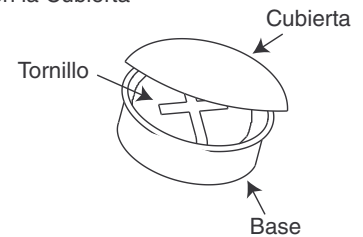

Fig. 3
- Nota: Para la facilidad de la instalacion, recomiendan una persona adicional. Inserte el gabinete en la abertura de la pared. (Fig. 3) Asegura el gabinete es vertical y llana. En caso de necesidad utilice las esquinas del nivel y de la calza de un carpintero del gabinete. Asegure a los pernos prisioneros de la pared a traves de los cuatro (4) agujeros de montaje dentro del gabinete, usando los tornillos que se han colocado en las bases plasticas. (Fig 4) Excedente no aprieta los tornillos de montaje mientras que la pared el lateral de carroceria puede doblar y prevenir la instalacion apropiada del estante. Apriete solamente los tornillos hasta que son rasantes con el cuerpo.